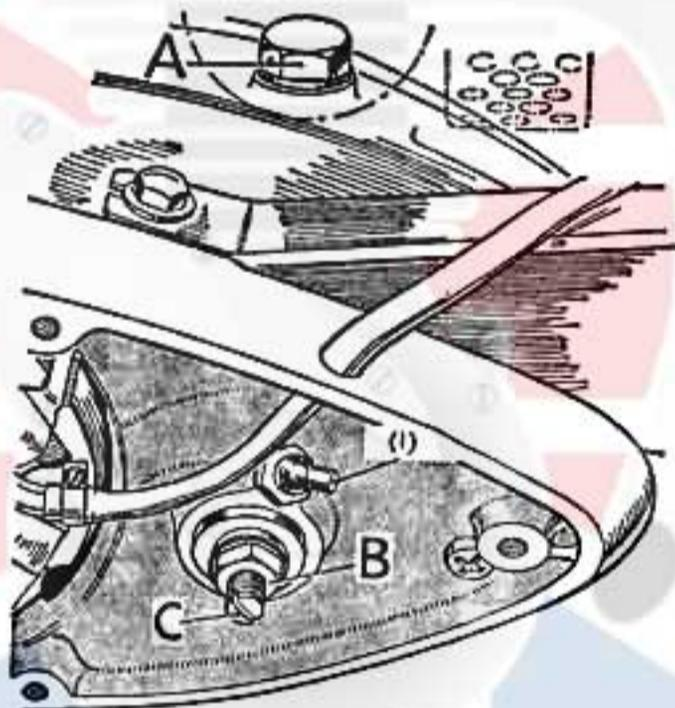

Fig. 24. Réglage du contrôle de l'embrayage, avec capot extérieur retiré (Bantams).
Le réglage de l'embrayage se trouve à l'extrémité gauche de l'arbre primaire de la boîte de vitesses (voir Fig. 24). Il se compose d'un axe de réglage (C) vissé dans le manchon de retrait de l'embrayage un d'un écrou de blocage (B) pour le fixer en position. Ces éléments sont accessibles par une ouverture dans le capot extérieur, après retrait du chapeau en caoutchouc ou après retrait du capot extérieur.